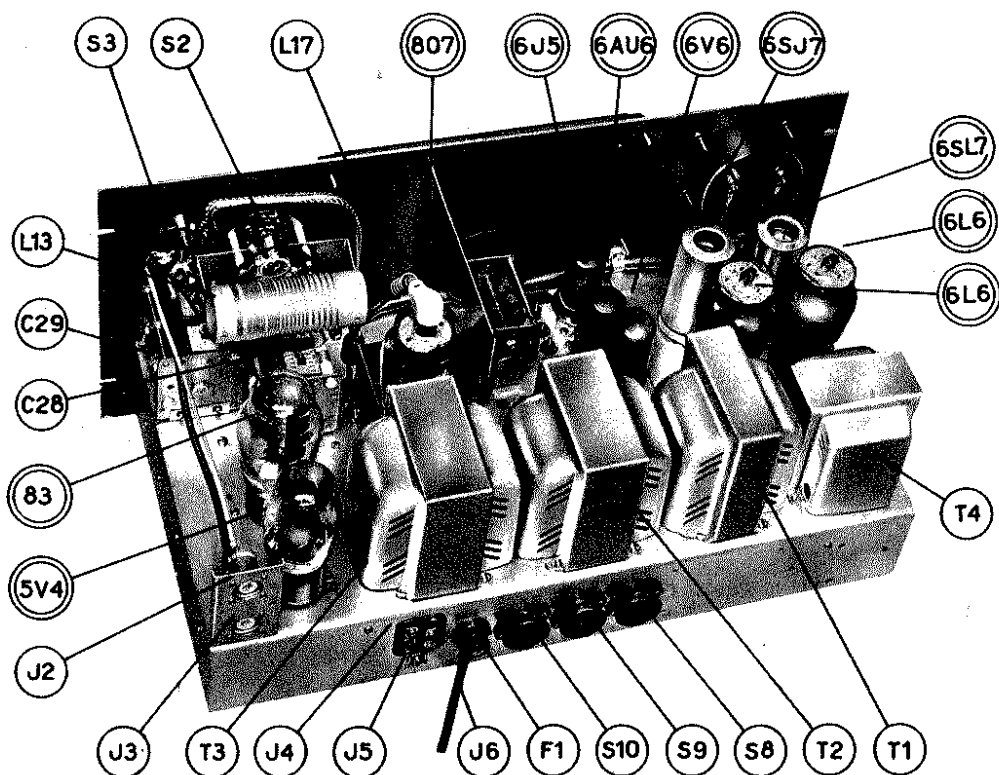

Fig. 4.2 - disposizione delle valvole e di altri organi. - Rear view; location of tubes and main components.
Nella parte posteriore sono accessibili (vedi fig. 4-2):
Rear Side of Transmitter (see fig. 4-2):
- a) Al terminale antenna del ricevitore. Questo collegamento va effettuato con un cavo schermato a bassa capacità e piuttosto corto, cioè della lunghezza minima compatibile con la distanza del ricevitore, non superiore in ogni caso da 50 ÷ 70 cm. Per il collegamento al trasmettitore si userà l'apposito attacco schermato che si innesterà nella presa inferiore (J3 di fig. 4.2) del trasmettitore, mentre l'altra estremità verrà collegata rispettivamente col conduttore e la calza alla presa di terra del ricevitore. L'impiego di un cavo schermato per tale connessione è importante per evitare che si inducano tensioni troppo forti, durante il funzionamento del trasmettitore, nel circuito di entrata del ricevitore.
- b) Il collegamento tra antenna e presa di antenna del trasmettitore, sarà effettuato con cavo schermato, oppure con un filo semplice a seconda del tipo di antenna impiegato (vedi paragr. 5). In ogni caso verrà impiegata per l'inserzione dell'antenna la nostra presa per cavo schermato che verrà inserita nell'attacco superiore (J2 di fig. 4.2) del trasmettitore.
- c) Sarà bene predisporre una buona presa di terra, la quale sarà collegata all'apposito morsetto del trasmettitore (J5 di fig. 4.2) mediante uno spezzone di filo di rame di sufficiente sezione ($1,5 \div 2 \text{ mm}^2$) il più corto possibile.
- d) Circuito interruzione alta tensione ricevitore. I morsetti 1-2 posti sulla morsettiera (J4 di fig. 4.2) vengono del commutatore « Trasmissione-Ricezione » cortocircuitati fra loro nella posizione « Ricezione » mentre restano separati, isolati fra di loro, nella posizione « Trasmissione » allo scopo di togliere la tensione anodica al ricevitore durante il funzionamento in trasmissione. Nel ricevitore perciò occorrerà aprire il circuito dell'alta tensione ed i due capi saranno collegati, mediante due fili intrecciati fra di loro, ai due morsetti 1 e 2. Il conduttore per tale connessione non ha particolari requisiti purché abbia un isolamento sufficiente; potrà essere usato uno spezzone di treccia o piattina lucca. I due conduttori potranno essere anche scambiati fra di loro e per comodità di smontaggio e di installazione sarà bene inserire su questo spezzone una presa volante maschio e femmina del tipo luce, mettendo il maschio dal lato del trasmettitore e la femmina dal lato del ricevitore.
- d) Receiver High Voltage Interruption Circuit. Pins 1 and 2 of terminal J4 (fig. 4-2) are shortcircuited by the « Transmission-Reception » switch, if it is in position for « Reception »; they are separated if this switch is in position for « Transmission »; this makes it possible to cut off the receiver plate voltage during transmission periods. The receiver plate voltage circuit, therefore, must be opened and connected to pins 1 and 2 of terminal J4 by 2 insulated wires. There are no special requirements as to these wires besides affording sufficient insulation; hook-up wire or a piece of line cord may be used; both connections may be interchanged. To facilitate easy removal of this connection, it is suggested to place a male-and-female plug combination into this connection, the male part of which should be wired to the transmitter, the female one to the receiver.